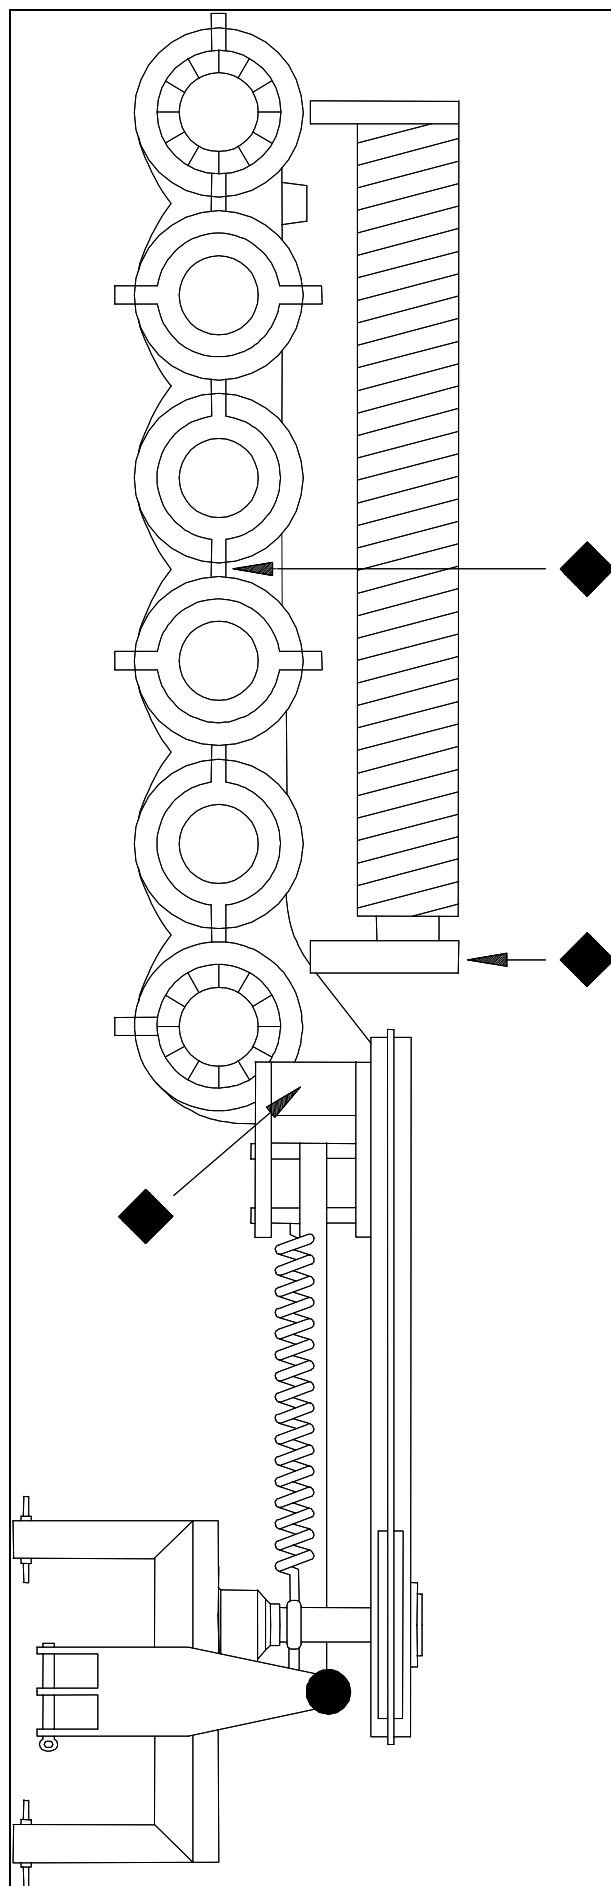

fig.1
- } Abb.1
Il dispositivo evita danneggiamenti agli organi interni della barra in caso di urti accidentali contro ostacoli, tranciando i 4 perni di sicurezza **B** (fig.1). In caso di urto, per ripristinare la funzionalità della macchina procedere come segue: